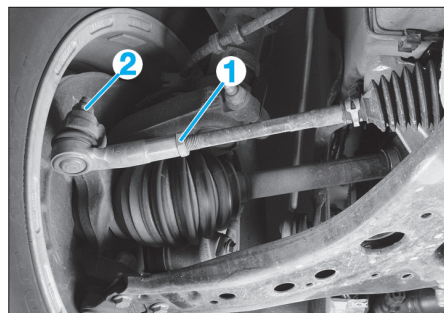

Fig. 15
- Desserrer l'écrou (1) (Fig.15).